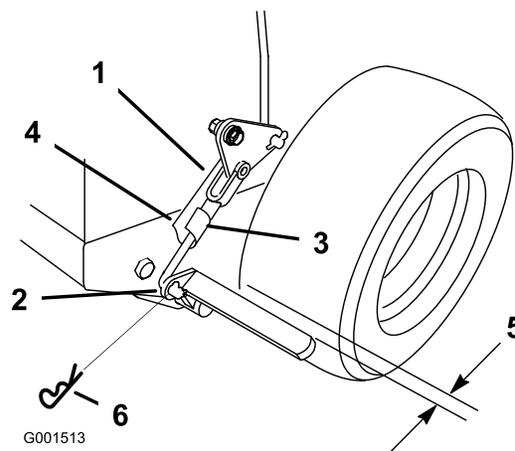

Figura 41
3. Retire el pasador de seguridad del acoplamiento inferior del freno (Figura 41).
4. Gire la horquilla del acoplamiento de freno inferior en el sentido de las agujas del reloj (enroscar) para apretar el freno de estacionamiento; gire la horquilla del acoplamiento del freno en el sentido contrario a las agujas del reloj (desenroscar) para aflojar el freno de estacionamiento (Figura 41).
Nota: Con el freno de estacionamiento quitado, el espacio entre el neumático y la barra plana es de aproximadamente 6 mm (Figura 41).
5. Fije el acoplamiento inferior a la palanca de freno inferior con el pasador de horquilla y el pasador de seguridad (Figura 41).